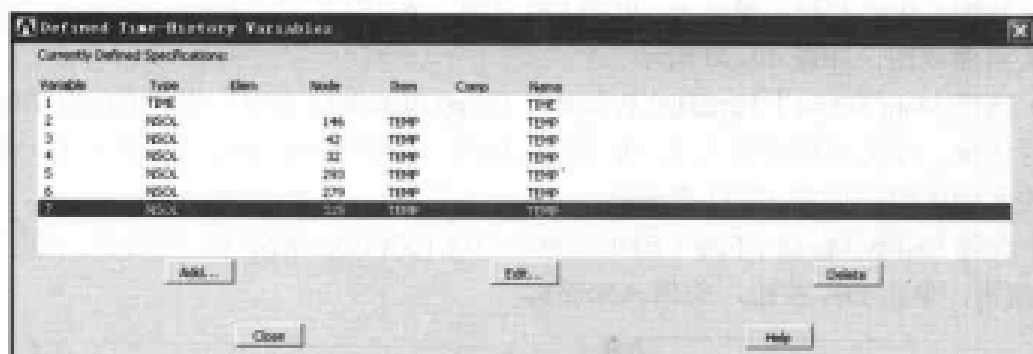

图 12-65 定义时间-历程变量对话框对话框
(30) 单击 Defined Time-History Variables 上的 Add 按钮, 出现 Add Time-History Variable 对话框, 选中 Nodal DOF result 单选按钮, 单击 OK 按钮, 出现 Define Nodal Data 菜单, 在文本框中输入 QA3, 单击 OK 按钮, 出现 Define Nodal Data 对话框, 采用其默认设置, 单击 OK 按钮关闭该对话框。
(31) 单击 Defined Time-History Variables 上的 Add 按钮, 出现 Add Time-History Variable 对话框, 选中 Nodal DOF result 单选按钮, 单击 OK 按钮, 出现 Define Nodal Data 菜单, 在文本框中输入 QA4, 单击 OK 按钮, 出现 Define Nodal Data 对话框, 采用其默认设置, 单击 OK 按钮关闭该对话框。
(32) 单击 Defined Time-History Variables 上的 Add 按钮, 出现 Add Time-History Variable 对话框, 选择 Nodal DOF result, 单击 OK 按钮, 出现 Define Nodal Data 菜单, 在文本框中输入 QA5, 单击 OK 按钮, 出现 Define Nodal Data 对话框, 采用其默认设置, 单击 OK 按钮关闭该对话框。
(33) 单击 Defined Time-History Variables 上的 Add 按钮, 出现 Add Time-History Variable 对话框, 选中 Nodal DOF result 单选按钮, 单击 OK 按钮, 出现 Define Nodal Data 菜单, 在文本框中输入 QA6, 单击 OK 按钮, 出现 Define Nodal Data 对话框, 采用其默认设置, 单击 OK 按钮关闭该对话框。
(34) 单击 Defined Time-History Variables 上的 Add 按钮, 出现 Add Time-History Variable 对话框, 选中 Nodal DOF result 单选按钮, 单击 OK 按钮, 出现 Define Nodal Data 菜单, 在文本框中输入 QA7, 单击 OK 按钮, 出现 Define Nodal Data 对话框, 采用其默认设置, 单击 OK 按钮关闭该对话框。
(35) Defined Time-History Variables 对话框上的输入结果如图 12-65 所示, 单击 OK 按钮关闭该对话框。